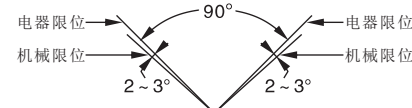

图6
- ★ 执行机构的电器限位和机械限位位置必须满足(图6)要求, 如果机械限位超前或重合电器限位, 将会造成执行机构堵转、发热, 甚至导致电机烧坏。